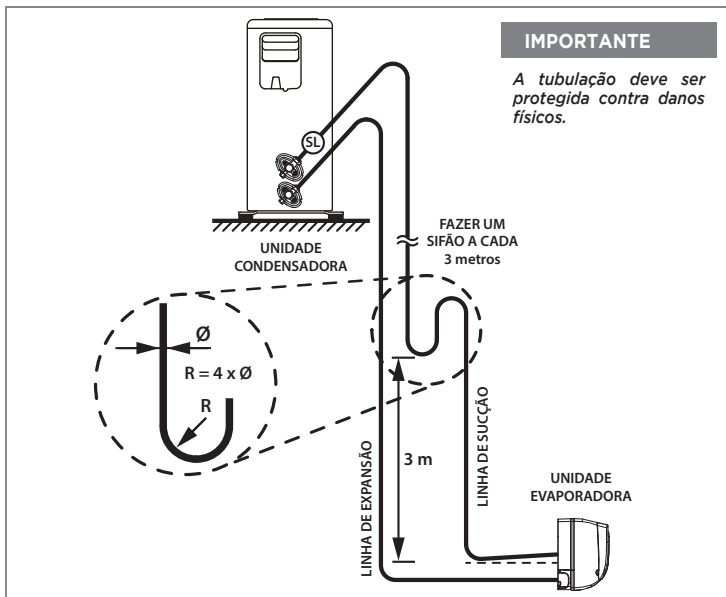

FIG. 12 - LINHAS DE INTERLIGAÇÃO
1. Quando a unidade condensadora estiver em um nível superior ao da unidade evaporadora, fazer sifões nas subidas da linha de sucção a cada 3,0 metros; considerando desde a saída da evaporadora (Fig. 12).
- Inclinar as linhas horizontais de sucção no sentido do fluxo. (Fig. 12)